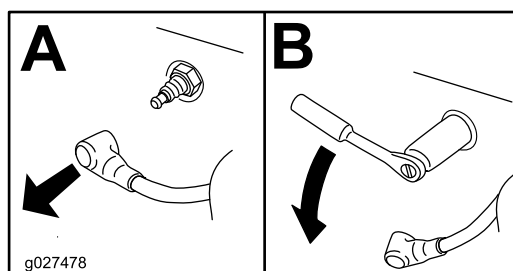

Figura 68
4. Localice y retire la(s) bujía(s), como se muestra en la Figura 68.